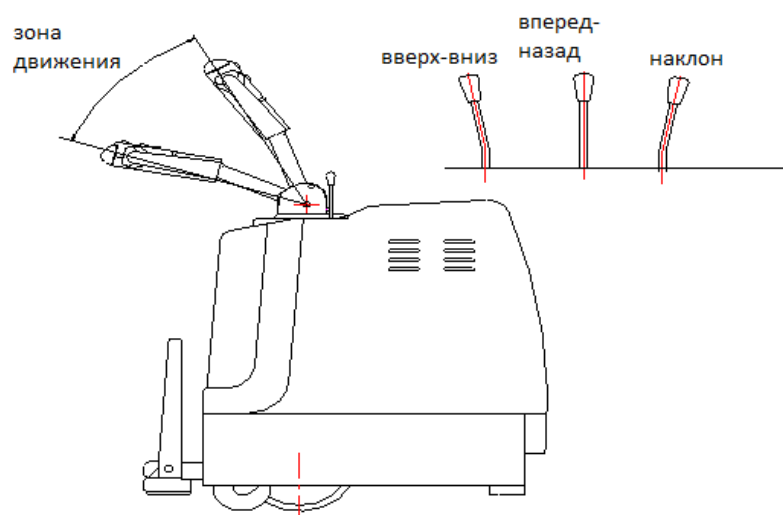

Рис.2
5.1.3 Проверьте, исправен ли тормоз штабелера. Проверьте подъем, опускание, выдвижение вилок вперед и назад, а также движение погрузчика вперед и назад, чтобы убедиться, что он нормально функционирует. Проверьте, нормально ли работает аварийный обратный ход штабелера, с помощью метода, указанного на рис.2
5.2.1 Примечание. Боковой магнитный тормоз установлен на конце вала двигателя ведущего колеса, а на вращающемся валу рабочего поворотного рычага установлены кулачок и толчковый переключатель. Только когда поворотный рычаг находится под углом $30^\circ \pm 20^\circ$ (как показано на рис.2), погрузчик может получить работать и передвигаться. При изменении угла наклона, штабелер затормаживается. В этом случае погрузчик может поднимать, опускать и перемещать грузы вперед и назад. При подъеме, опускании и перемещении грузов штабелер не может передвигаться, как показано на рис.2.